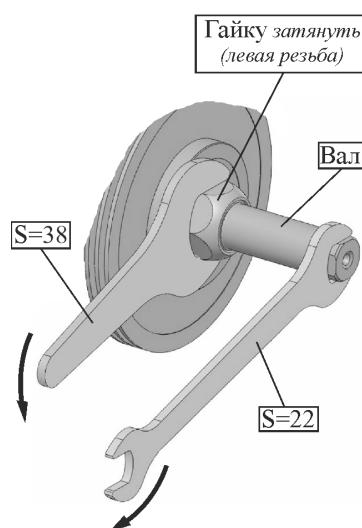

Рис.2
- затягивать прижимную гайку (левая резьба), фиксирующую все детали и алмазные круги рабочей части шпинделя (см. Рис.2 ниже);